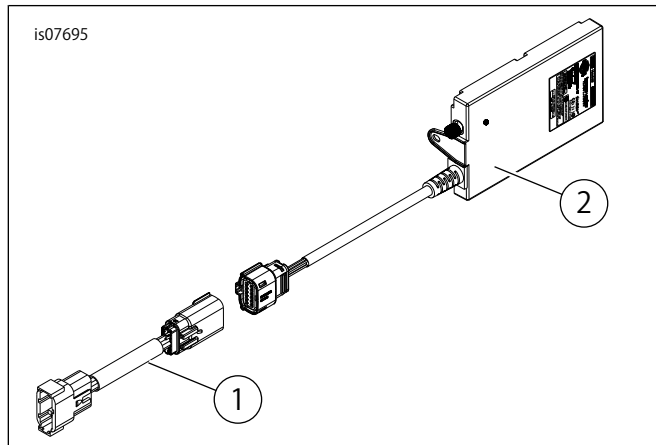

図3。交換用パーツ:CBラジオキット
「図3」および「表1」を参照してください。
- b. 「図3」を参照してください。図のように、CBモジュール(2)をCBモジュールハーネス(1)に接続します。